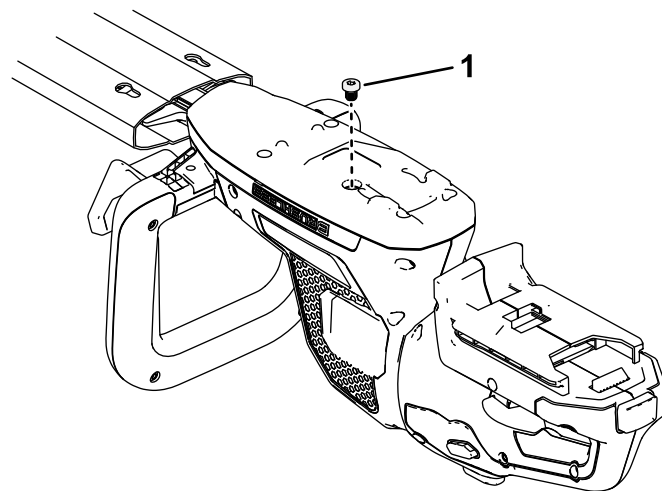

Figura 11
3. Retire o tampão de cabeça hexagonal da caixa de velocidades (Figura 11).